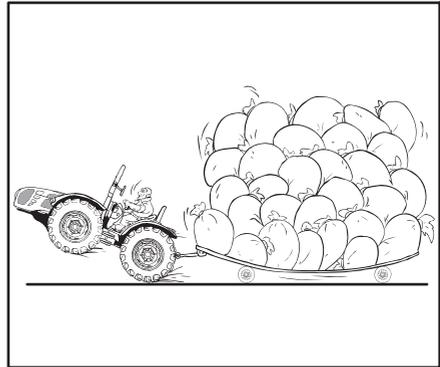

Fig. 2.15
- NE PAS surcharger et NE PAS lester au-delà de la capacité de charge de votre tracteur. Ne jamais rajouter de lests pour compenser une surcharge. Réduire le chargement (Fig. 2.15).